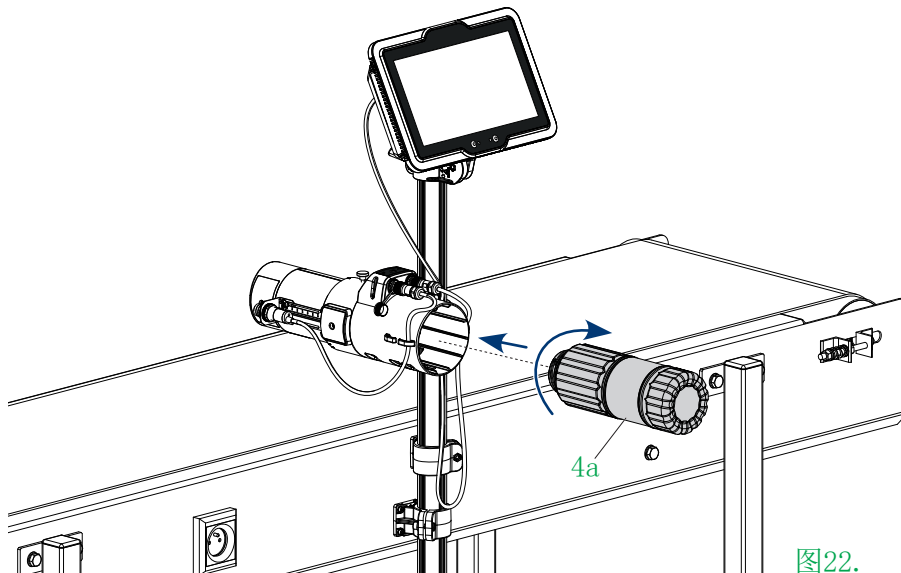

图22.
- 安装一个1升（4a；见图22）或0.5升适配类型的墨水瓶。